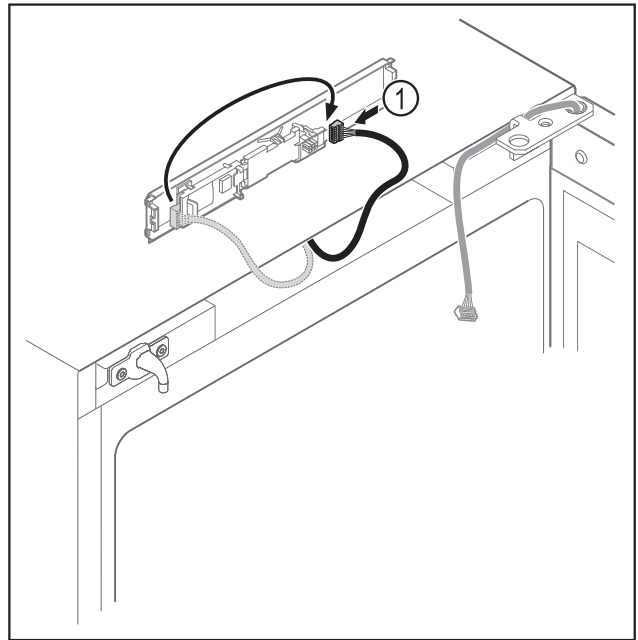

Fig. 11
- ▶ Dugja át a dugót Fig. 11 (1) a NYÁK-ba.